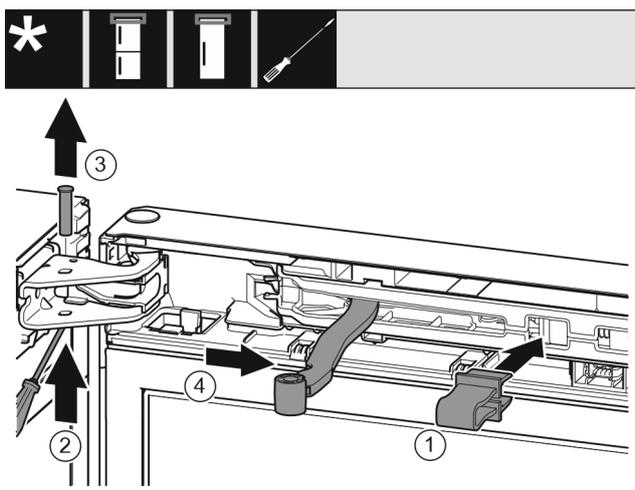

Fig. 9
- ▶ Выкрутите палец при помощи отвертки. Fig. 9 (2)
- ▶ Извлеките палец движением вверх. Fig. 9 (3)
- ▶ Поверните шарнир в направлении двери. Fig. 9 (4)
- ▶ Зафиксируйте предохранитель в отверстии. Fig. 9 (1)